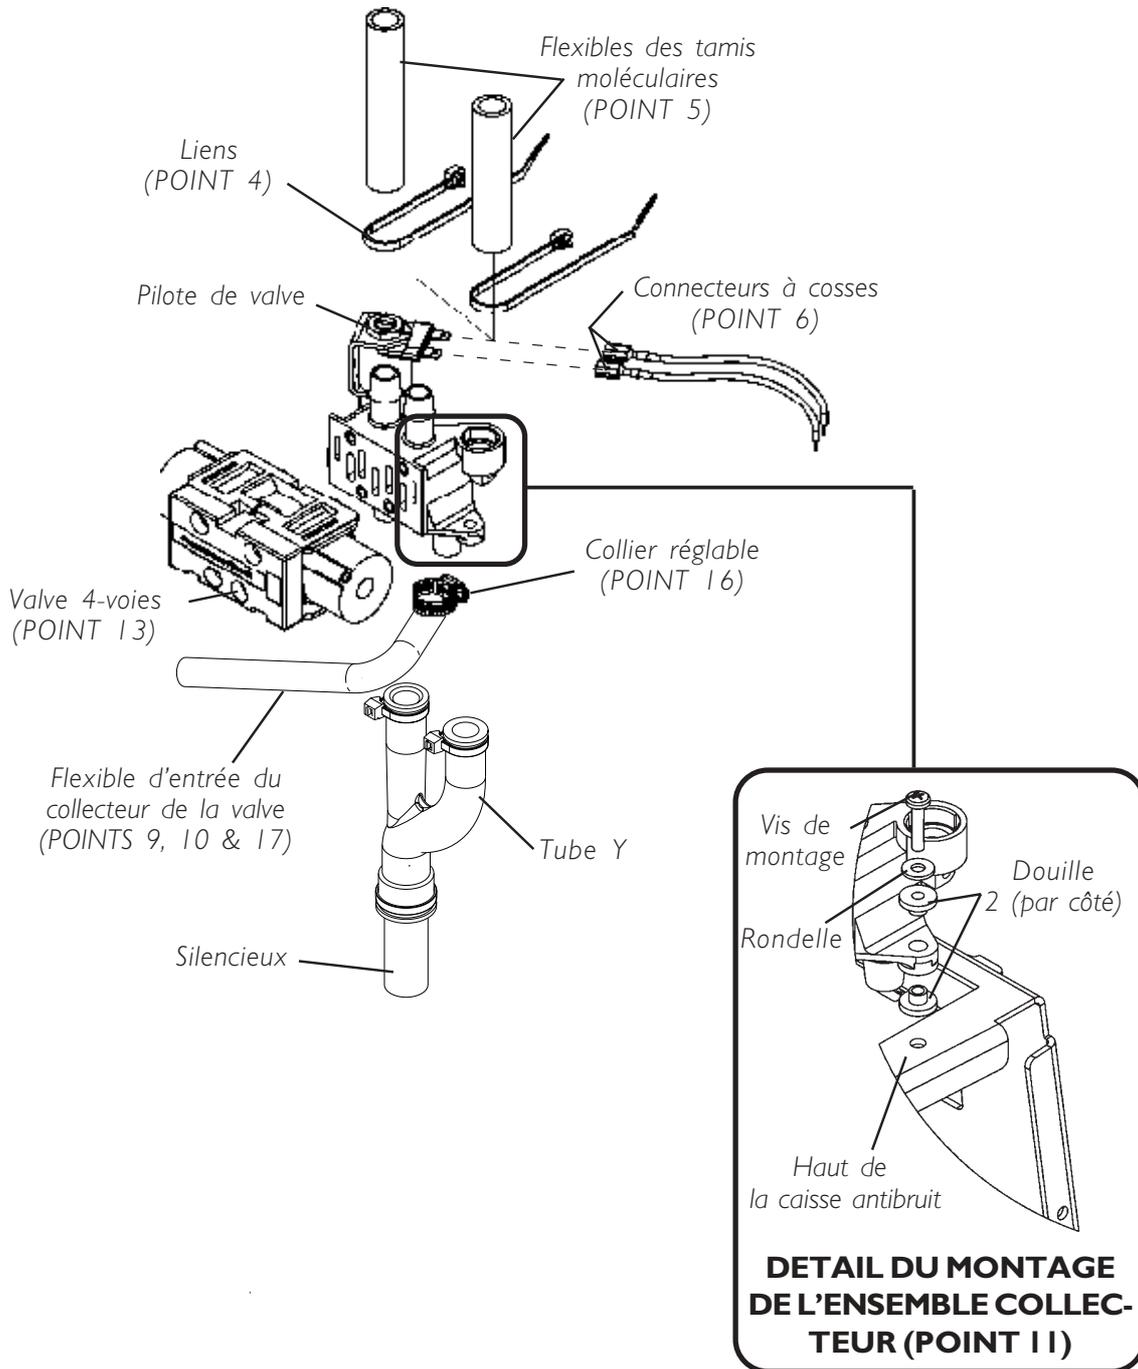

FIGURE 2 - REMPLACEMENT DE L'ENSEMBLE VALVE 4-VOIES/COLLECTEUR
REPLACEMENT DE LA VALVE 4-VOIES(FIGURE 2)**AVERTISSEMENT**
4. Supprimer les liens attachant les flexibles des tamis moléculaires à la partie supérieure de l'ensemble collecteur. Cf. FIGURE 2.
6. Démontez et repérez par un code les deux (2) connecteurs à cosses du pilote de valve en haut de l'ensemble collecteur.
10. Déposer les deux (2) vis de montage, les rondelles (1 par côté) et les douilles (2 par côté) maintenant l'ensemble valve 4-voies/collecteur à la partie supérieure de la caisse antibruit.
14. Desserrer le collier réglable du flexible d'entrée du collecteur reliant l'orifice central inférieur du collecteur. Cf. FIGURE 2.
15. Démontez le flexible d'entrée du collecteur reliant l'orifice central inférieur du collecteur. Cf. FIGURE 2.
17. Glissez l'ensemble complet valve 4-voies/collecteur à travers la découpe du haut de la caisse antibruit, puis installez les deux (2) vis de montage, les rondelles et les douilles dans le collecteur pour fixer la valve 4-voies à la partie supérieure de la caisse antibruit.
20. Branchez l'appareil et le mettez en **Marche (I)**.